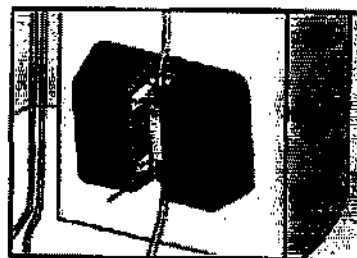

Рис. 4.3-3
- Чтобы избежать возможного повреждения, вставляйте колонку, взяв ее сверху и снизу большим и указательным пальцами, затем аккуратно поместите ее в держатель (рис. 4.3-3)